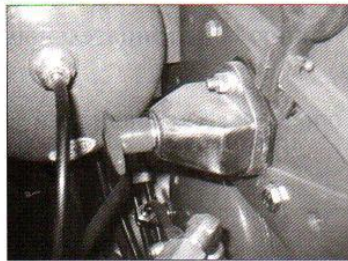

Рис. 1: В подсоединенном состоянии;
1. Аккумулятор должен быть в отключенном состоянии, Смотри рис.1 и 2;